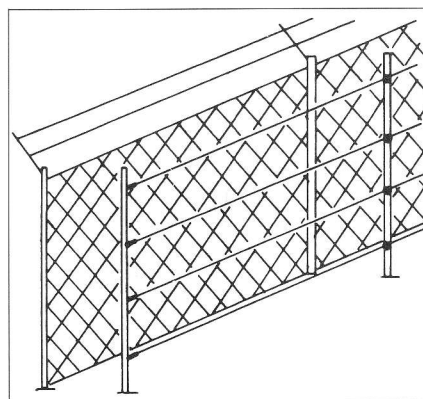

Bild 3
- als freistehendes System (Bild 3)